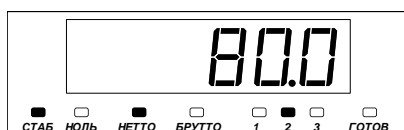

Рисунок 9
2.3.7.4 При отображении значения массы нетто горит светодиод "НЕТТО" (рисунок 9).